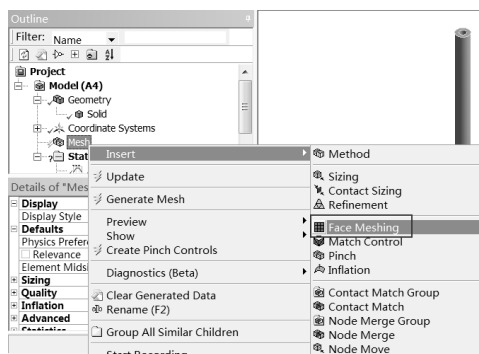

图 14-13 生成网格
Step1：如图 14-13 所示，右击 Mechanical 界面左侧 Outline（分析树）中的 Mesh 选项，在弹出的快捷菜单中选择 Insert Face Meshing 命令。